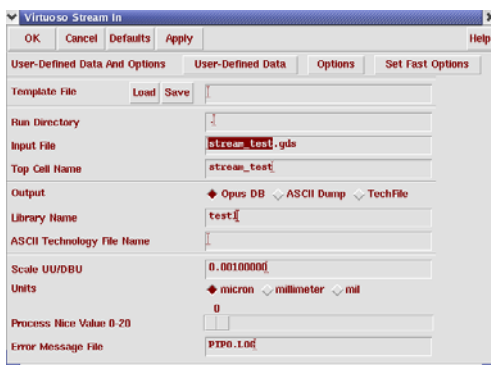

图 10.2 Stream in test1 窗口
- ① 在 CIW 窗口中, 选择 File→Import→Stream, 设置 Stream In 窗口如图 10.2 所示, 点击 OK, 启动 stream translator。